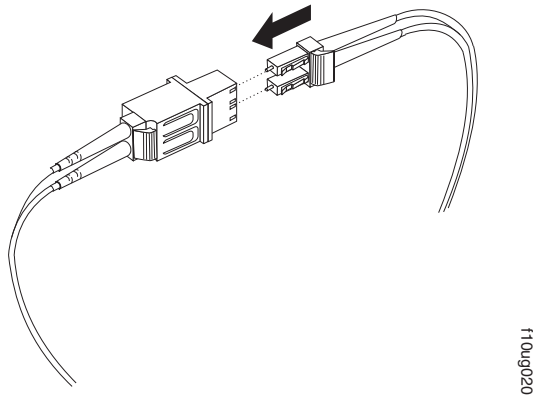

图 33. 将 LC-LC 电缆连接到 LC-SC 电缆适配器
4. 小心地将 LC-LC 电缆的另一端插入 LC-SC 电缆适配器的 LC 接口端，如图 33 中所示。推入接口直到咔哒一声推送到位。